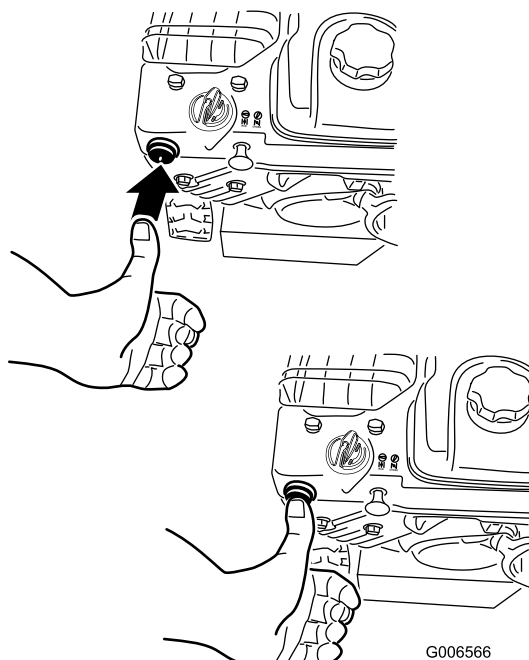

Figure 21
4. Avec le pouce, appuyez fermement sur l'amorceur à 2 reprises (à partir de -9 °C) ou à 4 reprises (en dessous de -9 °C), en marquant une pause d'une seconde chaque fois (Figure 21).